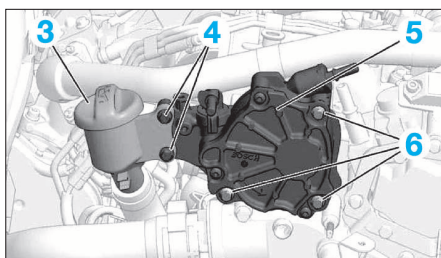

FIG. 29
- Déposer les vis de fixation (4) du tuyau de remplissage d'huile (Fig.29).
- Écarter le tuyau de remplissage d'huile (3).
- Déposer les vis (6) de la pompe à vide (5).